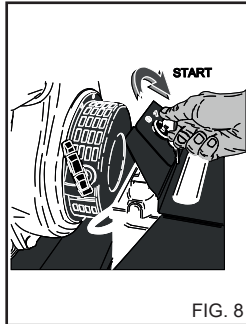

FIG. 8
a) Posizionare la chiave di avviamento in posizione 0. (fig. 8).